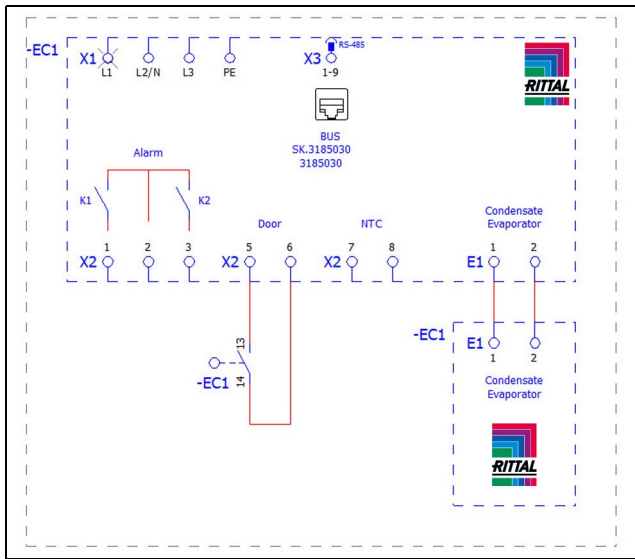
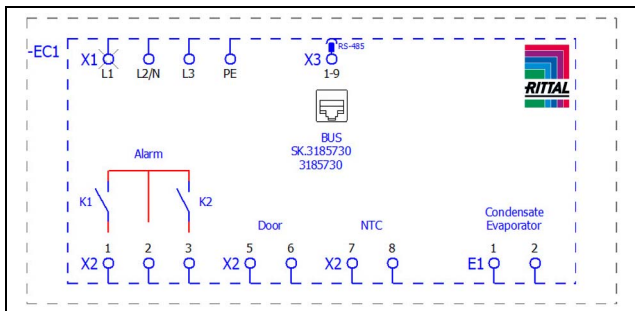

Fig. 16: Schema elettrico 3185030
Fig. 17: Schema elettrico 3185730
- Prendere il connettore di rete fornito in dotazione e realizzare il collegamento in base al relativo schema elettrico (fig. 16 o fig. 17).